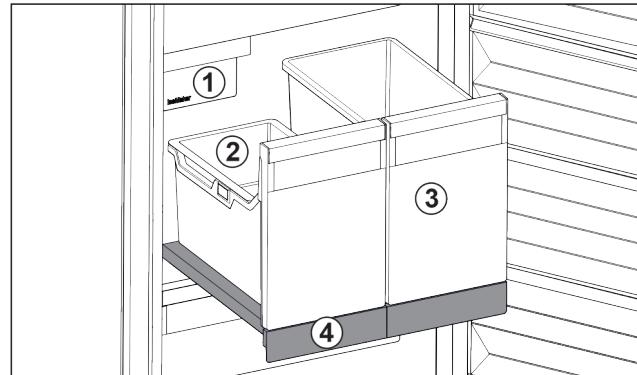

Fig. 28 Vysouvací příhrádka s IceTower
(2) Závesná miska pro kostky ledu
(4) Vysouvací příhrádka
Na vysouvací příhrádce jsou dvě vysoké nádoby (IceTower). V nádobě Fig. 28 (2) se shromažďují a skladují kostky ledu z IceMaker. Nádoba Fig. 28 (3) se hodí pro skladování vysokých potravin jako pizzy nebo alkoholické nápoje.